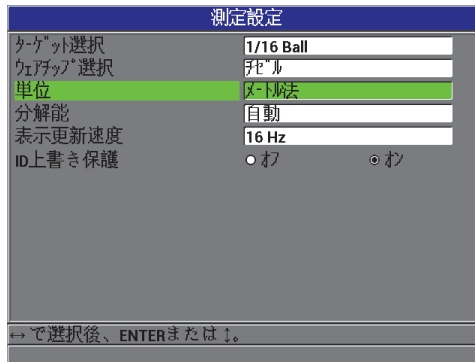

図 3-2 測定設定画面 — 単位
3. 測定設定画面（51 ページ図 3-2 参照）で、単位を English（インチ単位）またはメートル法に設定します。
- 測定設定画面で（51 ページ図 3-2 参照）、表示更新速度を目的の値に設定します：4Hz、8Hz、16Hz または 20Hz。
3. 測定設定画面（51 ページ図 3-2）で、**分解能**を希望するオプションに設定します：